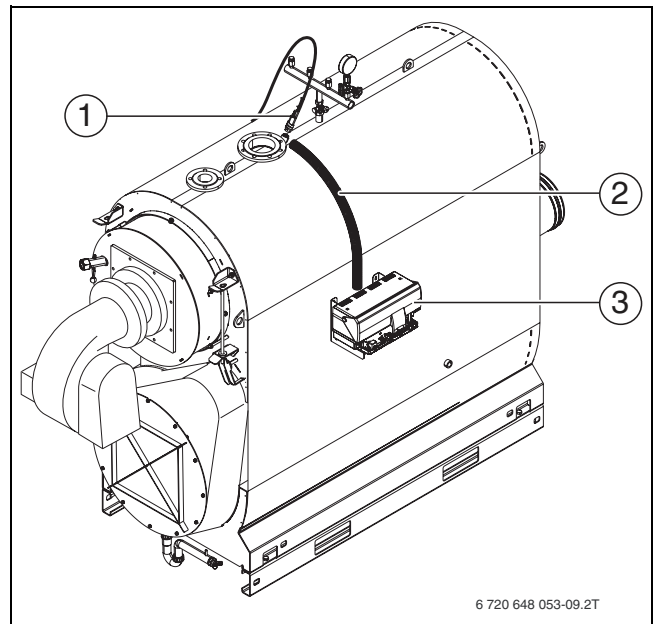

Fig. 23 Canale passacavi al regolatore
Le sonde del limitatore della temperatura di sicurezza (STB) e del regolatore di temperatura (TR) **devono** essere montate, nel luogo di montaggio (→ fig. 23, [1], pag. 33), sulla parte superiore della caldaia.
Il punto di misurazione della caldaia si trova in alto sul corpo caldaia (→ fig. 23, [1], pag. 33).